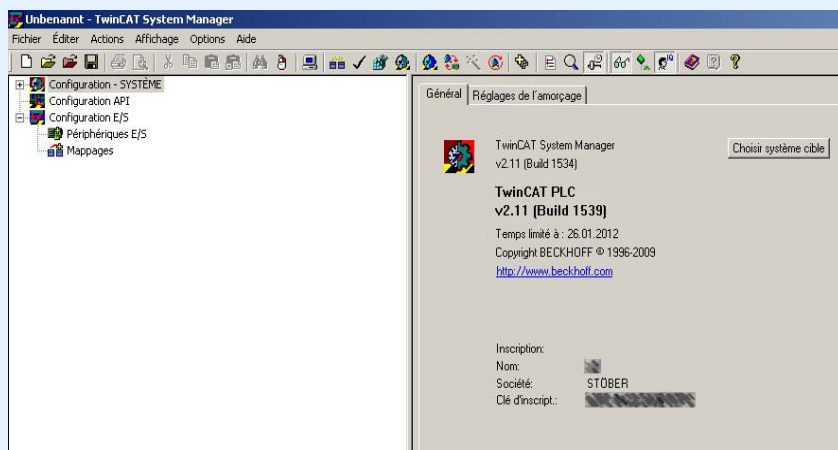

Fig. 11-1 Gestionnaire du système TwinCAT® après le lancement.
4. Lancez le gestionnaire du système TwinCAT®. Fig. 11-1 présente la fenêtre du programme après le lancement